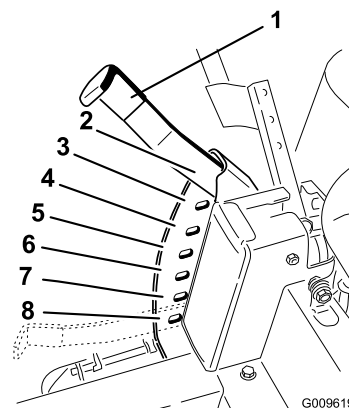

Figura 19
1. Levante la palanca de ajuste de la altura de corte a la posición de transporte, es decir, la posición de altura de corte **G** (que es también la posición de altura de corte de 115 mm) (Figura 19).